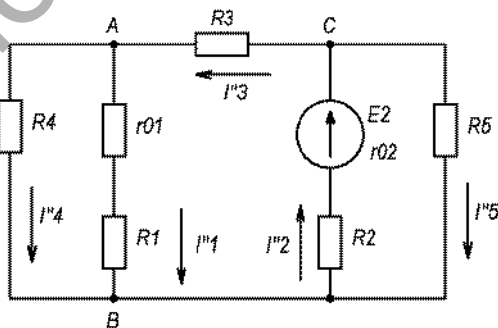

Рисунок 1.25
2. Определим токи на участках цепи при  $E_1$ , равной нулю (рис. 1.25, обозначения величин — с двумя штрихами).